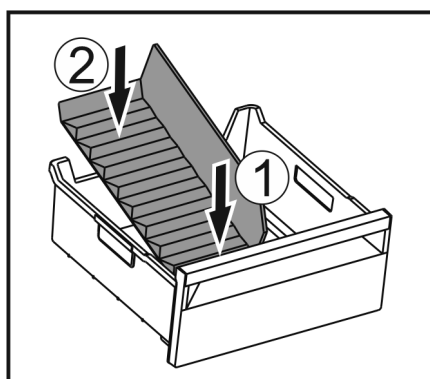

Fig. 222
- Futni brenda pjesën e përparme të ndarësit të sirtarit të akullit. Fig. 222 (1)
- Ulni poshtë pjesën e pasme të ndarësit të sirtarit të akullit deri në bazamentin e sirtarit. Fig. 222 (2)